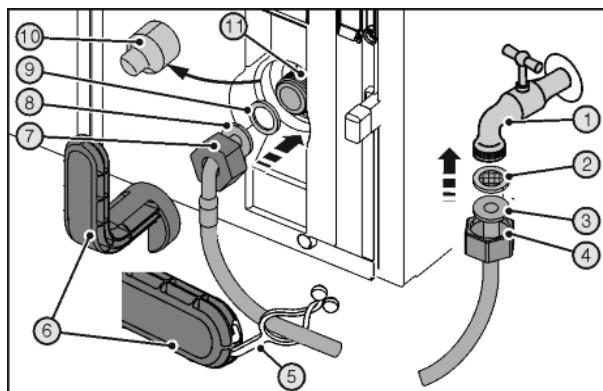

Fig. 44
Різані рани внаслідок використання поламаного допоміжного інструменту Fig. 44 (6).
- Допоміжний інструмент Fig. 44 (6) використовувати тільки при кімнатній температурі.
- Насуньте гайку Fig. 44 (4) до кінця через прямий кінець шлангу Fig. 44 (3) та утримуйте.
- Вставити ситову пастку Fig. 44 (2) в гайку Fig. 44 (4).
- Ситова пастка Fig. 44 (2) прилягає до прямого кінця шлангу Fig. 44 (3) та трохи тримається.
- Приєднайте гайку Fig. 44 (4) з ситовою пасткою Fig. 44 (2) прямого кінця шланга Fig. 44 (3) до запірного крану Fig. 44 (1).
- Через тимчасове відкриття запірного крану Fig. 44 (1) водопостачання видалити повітря з водопроводу та наповнити водою. Шланг для цього тримати у відрі.
- Зніміть кришку Fig. 44 (10).
- Насуньте гайку Fig. 44 (7) до кінця через кінець шлангу, розташований під кутом Fig. 44 (8) та утримуйте.
- Зволожити прокладку Fig. 44 (9) та втиснути в гайку Fig. 44 (7) на кінці шлангу під кутом Fig. 44 (8).
- Прокладка Fig. 44 (9) прилягає до кінця шлангу під кутом Fig. 44 (8) та трохи тримається.
- Приєднайте гайку Fig. 44 (7) з прокладкою Fig. 44 (9) розташованого під кутом кінця шланга Fig. 44 (8) до магнітного клапана Fig. 44 (11).
- Виконуйте приєднання за допомогою допоміжного інструменту Fig. 44 (6) за годинниковою стрілкою, доки не буде досягнуто максимального моменту затяжки і допоміжний інструмент Fig. 44 (6) не почне прокручуватися.
- Відкрийте запірний кран Fig. 44 (1) подачі води та перевірте всю систему подачі води на герметичність.
- Причепіть накладку Fig. 44 (5) в допоміжний інструмент Fig. 44 (6) і для зберігання закріпіть на шлангу із високоякісної сталі.